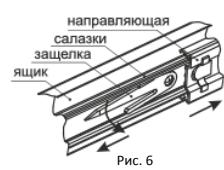

Рис. 6
- установите ящик в изделие по направляющим (Рис. 4). Для извлечения ящика необходимо полностью выдвинуть ящик из тележки и оттащить ручаги защёлок с двух сторон ящика (рис. 6).